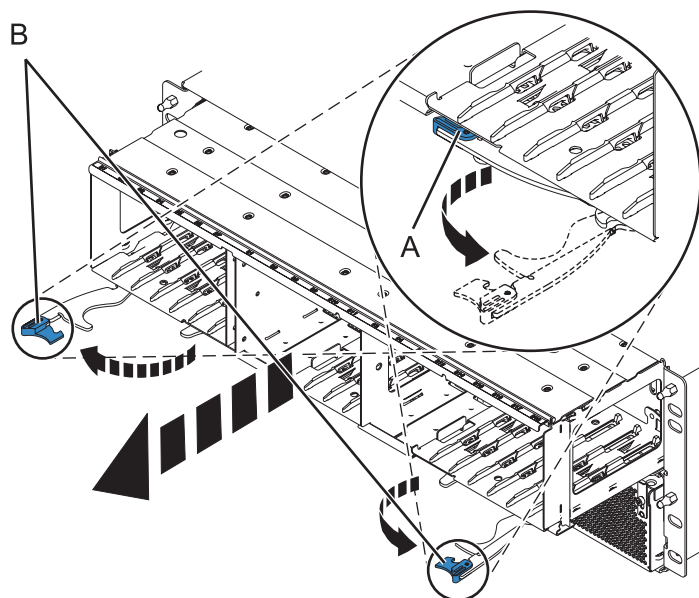

Figure 75. Retrait du fond de panier du boîtier
6. Retirez le fond de panier, comme illustré dans la figure 75, à la page 94.